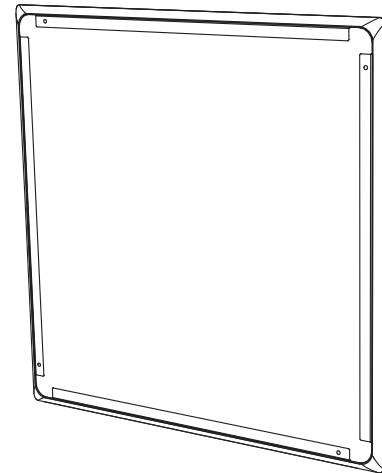

Fig. 19. Install the paint mask
2. Appuyez sur le masque de peinture à l'avant de la boîte arrière, où il sera maintenu en place par des aimants. Ce masque est laissé en place pendant que le plafond et le contour du cadre sont peints (Fig.19).